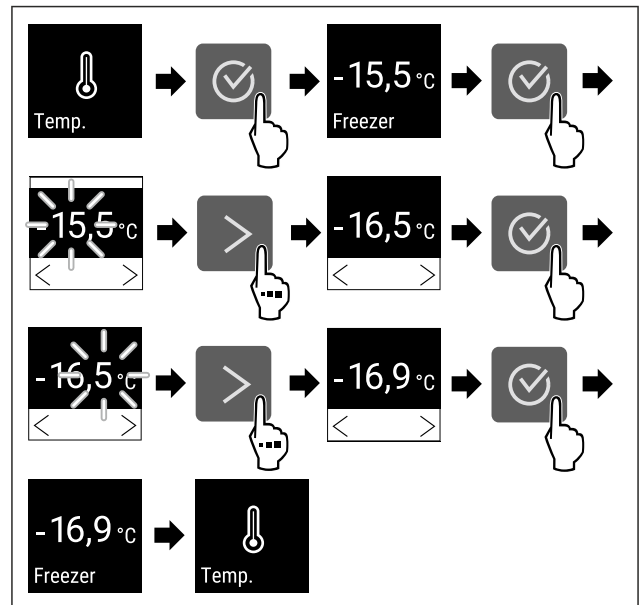

Fig. 65 Změna teploty z -15,5°C na -16,9°C
- Provedte akční kroky (viz Fig. 65).